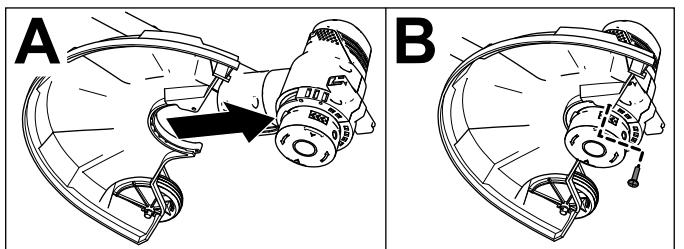

Figura 4
1. Retire los 3 tornillos Phillips que están sujetos con cinta al protector y coloque el protector en la base de la desbrozadora (Figura 4, A).
2. Sujete el protector en la base de la desbrozadora con los 3 tornillos Phillips (Figura 4, B).